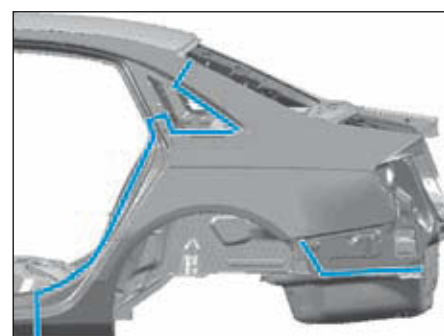
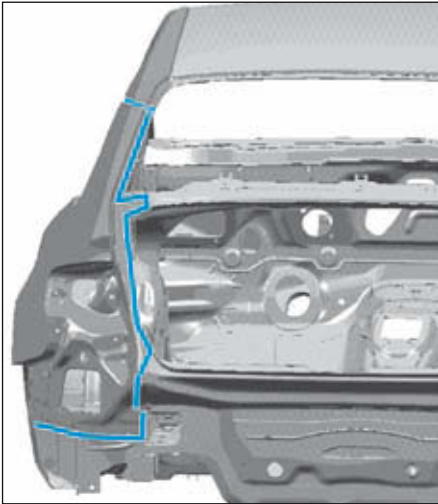

FIG.110
FIG.111
- Retirer les morceaux des tôles restant (Fig.110) et (Fig.111).